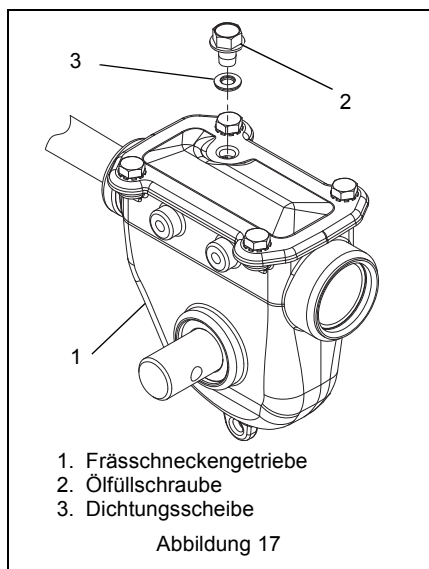

Abbildung 17
(Abbildung 17)
1. Öleinfüllschraube und Dichtungsscheibe entfernen (Abbildung 17). Das Schmieröl muss 6,05-6,68 cm von der flachen Oberfläche der Getriebeabdeckung entfernt sein.
**WICHTIG:** Darauf achten, dass die Dichtungsscheibe mit der Gummiseite nach unten eingesetzt wird (Abbildung 17).